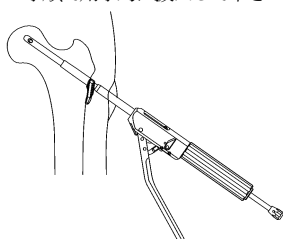

図9-1
- 4) 遠位インプラント抜去と同様の手順で、近位インプラントのフックの引き戻しを行います。(図9-1)